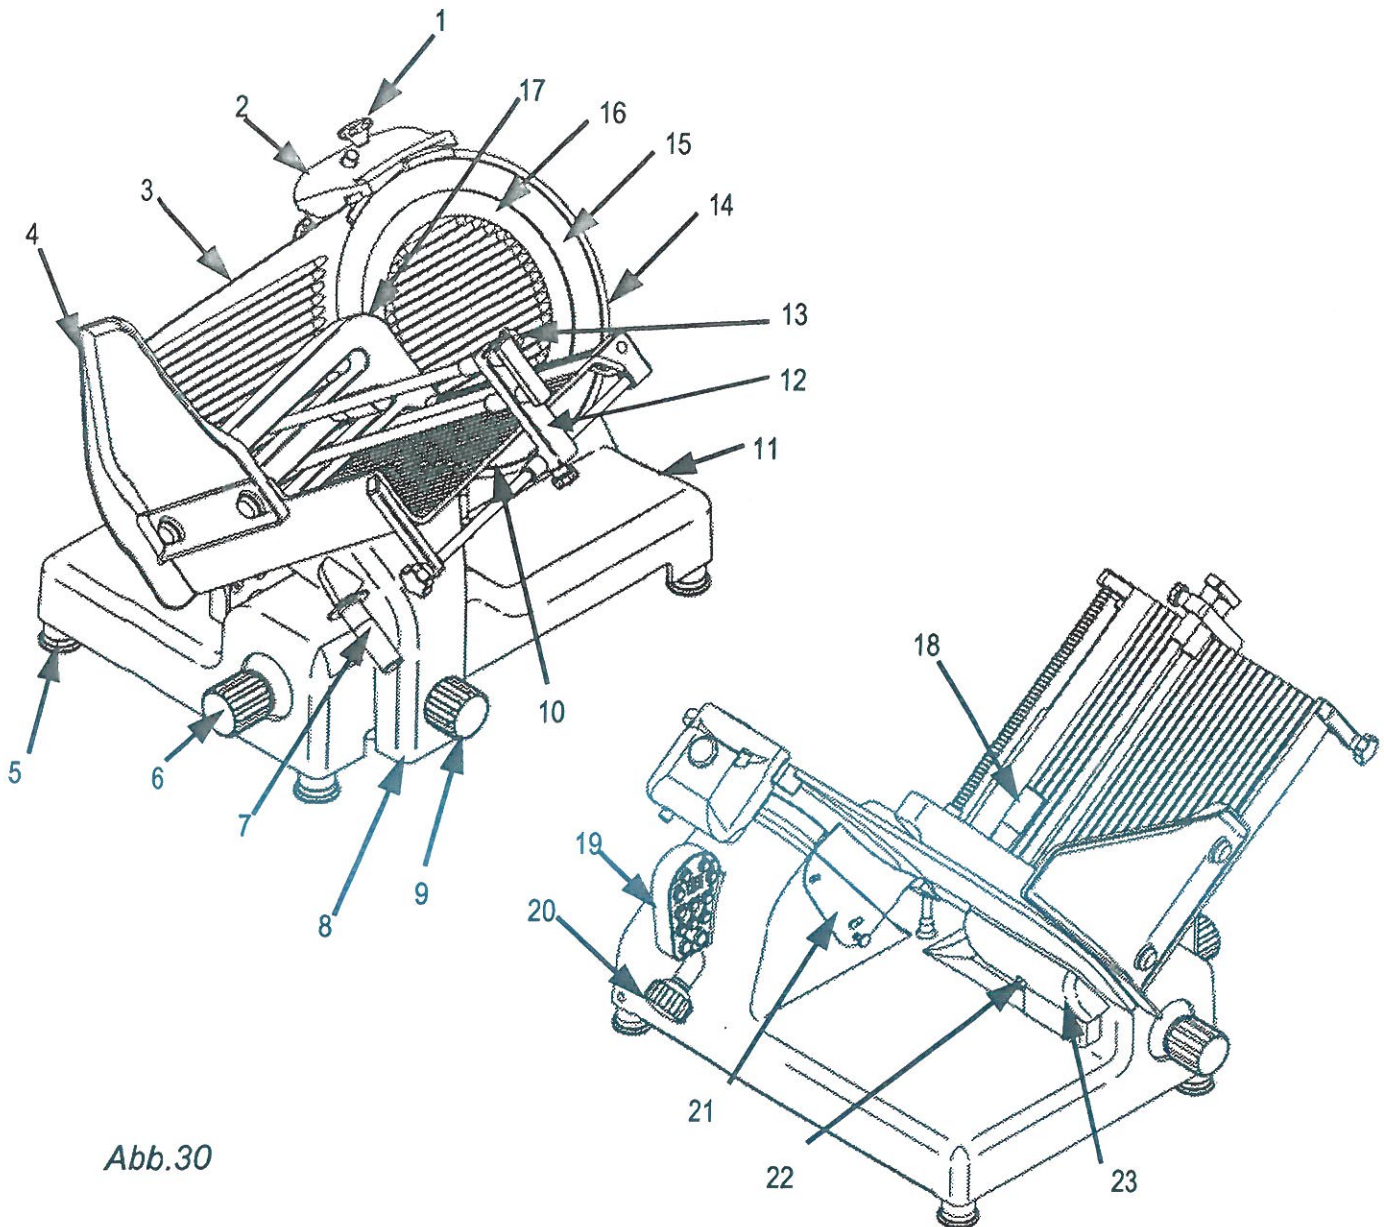

Abb.30
- Kontrollieren, dass die Maschine ausschaltet, wenn man den Zugstab der Schneideblattabdeckung (Abb.30) lockert.
- Kontrollieren, dass die Maschine ausschaltet, wenn man den Zugstab der Schneideblattabdeckung (Abb.30) lockert;